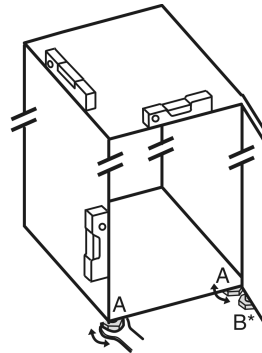

Fig. 36
- Stellfüße Fig. 36 (A) mit beiliegendem Gabelschlüssel und mit Hilfe einer Wasserwaage herausdrehen, bis das Gerät fest und ebenstehend ausgerichtet ist.
- Stellfuß Fig. 36 (B) am Lagerbock mit beiliegendem Gabelschlüssel herausdrehen, bis er auf dem Boden aufliegt.
- Stellfuß Fig. 36 (B) um 90° weiter drehen.